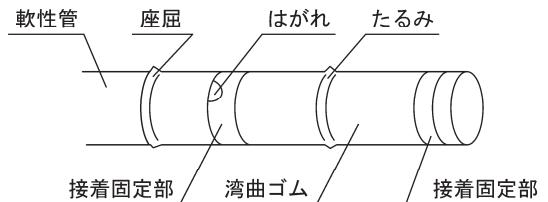

図1
2.挿入部を軽く手で握り、手元側から先端に向かい全長を手で滑らせ、その患者に対する経鼻的挿入、引き抜き時の妨げとなる引っ掛けがないことを確認すること。特に、軟性管の座屈、湾曲ゴム接着固定部のはがれ、湾曲ゴムのたるみなどによる引っ掛け、出っ張りには注意すること（図1参照）。